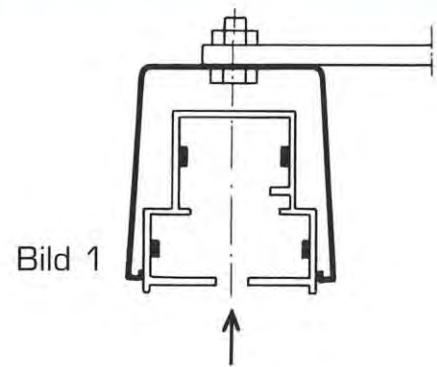

Bild 1
- Stromschienenteilstück in der Aufhängung CA 206 einklinken. (Bild 1)